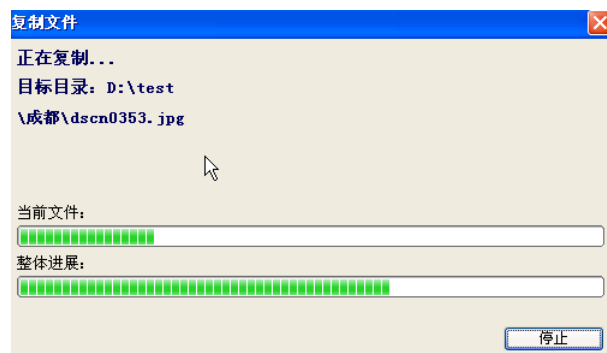

图 5-97 正在恢复
(17) 单击“确定”按钮，正在恢复，如图 5-97 所示。